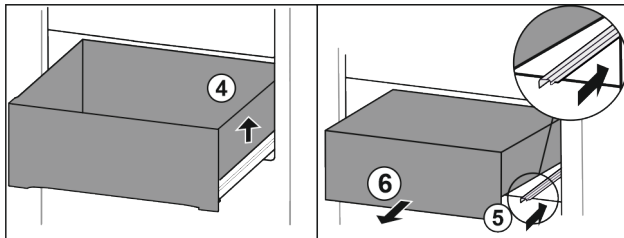

Fig. 14\*
- ▶ Приподнимите выдвижной ящик справа Fig. 14 (4).\*
- ▶ Вставьте правую направляющую Fig. 14 (5).\*
- ▶ Извлеките выдвижной ящик движением вперед Fig. 14 (6).\*